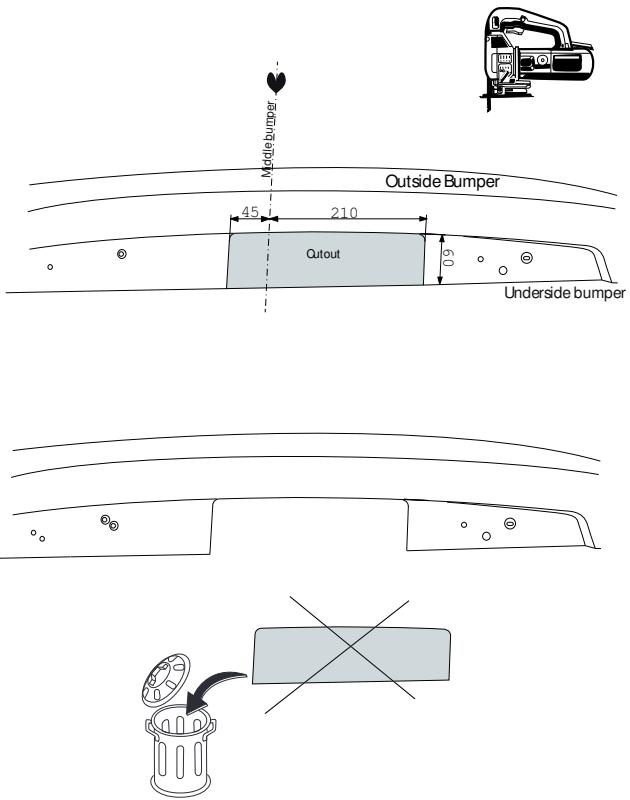

Fig. 3
6. Saw out the indicated section in accordance with figure 3.
6. Gemäß Abb.3 das angegebene Teil herausschneiden.
6. Scier la partie indiquée conformément à la figure 3.